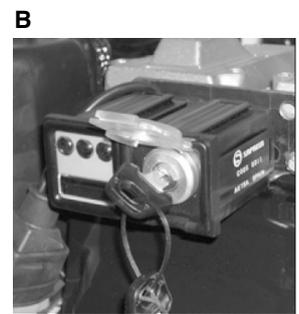

Abb. 14: Starten
Schritt 2: Starten (Abb. 14 A). Schlüssel in Stellung 1, wenn Motor läuft (Abb. 14 B).